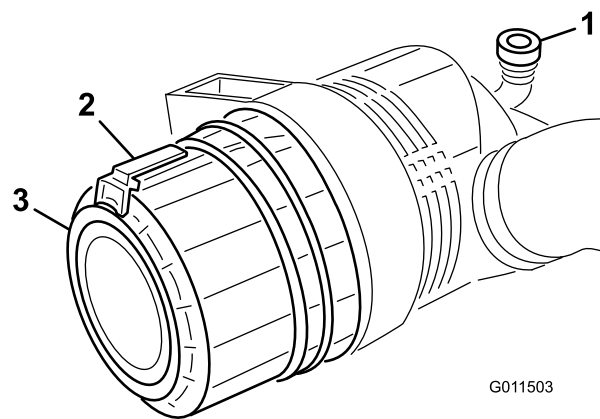

Figura 53
1. Tire hacia fuera del enganche y gire la tapa del limpiador de aire en sentido antihorario (Figura 53).